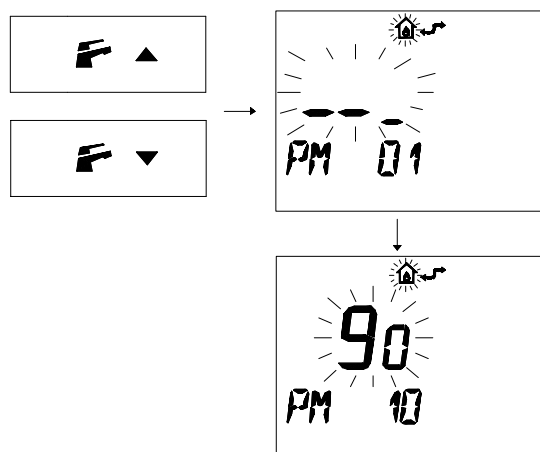

Figura 5.63
- Premere i pulsanti **F** ▼ o **F** ▲ per visualizzare la programmazione "PM10" selezione della frequenza di accensione (Figura 5.63).
Nella Figura 5.63 si visualizza un SET programmato di **90** corrispondente ad un tempo di riaccensione di 3 minuti circa.